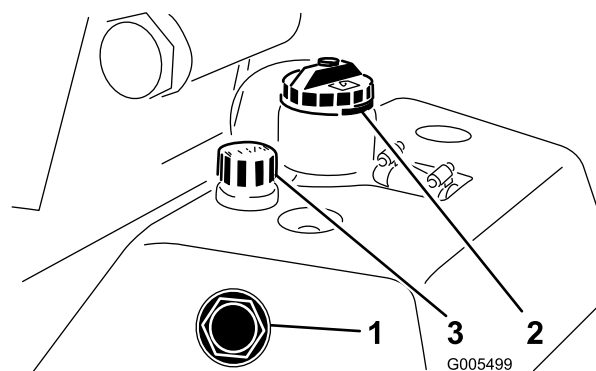

Figure 26
1. Placez la machine sur une surface plane et horizontale. Attendez que la machine ait refroidi pour que l'huile soit froide. Vérifiez le niveau d'huile à travers le viseur situé sur le côté du réservoir d'huile auxiliaire (Figure 26). Si le niveau atteint le repère du plein à côté de la jauge, il est inutile de faire l'appoint.